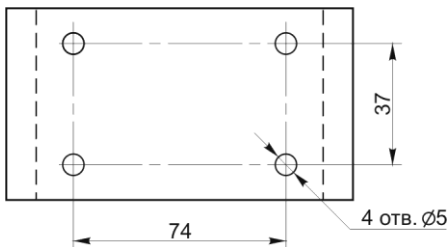

Рис. 4. Крепёжная площадка МПП
6.3. Закрепить крепёжную(ые) площадку(и) модуля(ей) в соответствии с определенными местами (по п. 6.2) и разметкой отверстий (рис. 4).